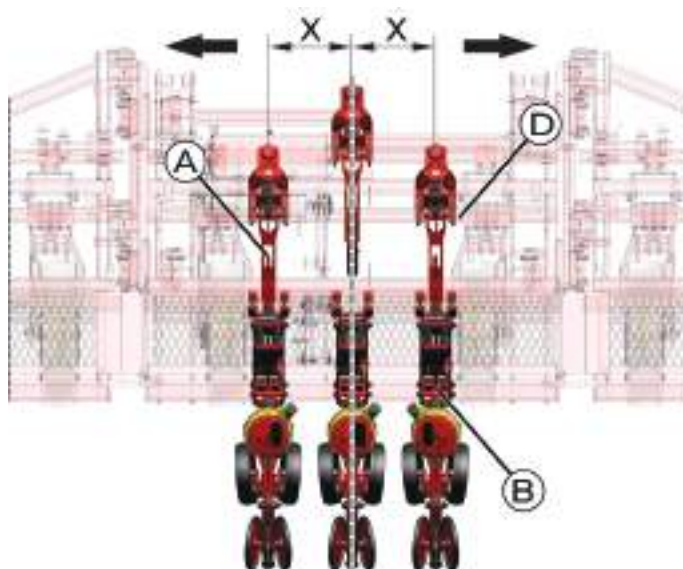

fig. 30
Faça a marcação do valor do espaçamento (X) para a direita e para a esquerda (*fig. 30*) e nesta posição monte duas linhas sulcadoras (A), porém aparafusadas no tubo traseiro (D). Monte as linhas da semente alinhadas com as duas linhas sulcadoras instaladas.